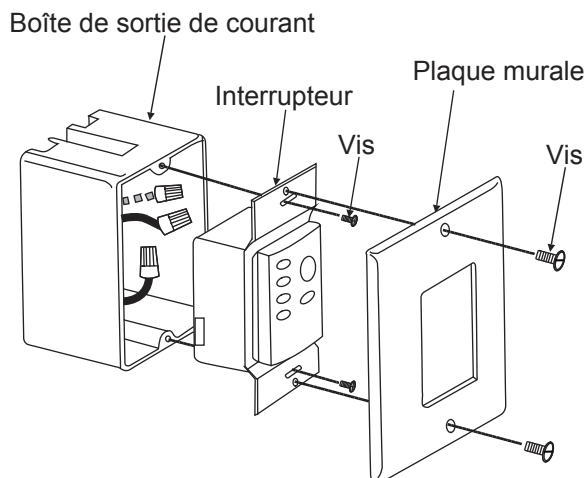

Fig. 26
Étape 2. Installez la plaque murale sur la boîte de sortie de courant existante à l'aide des vis fournies. (Fig. 26)